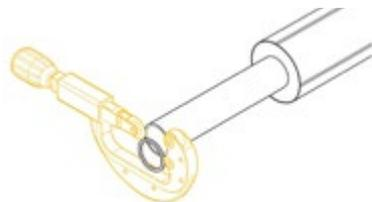

Рис. 5.6.6
**6.** При помощи трубореза выровнять торец напорной трубы (обрезать конец трубы перпендикулярно продольной оси) на расстоянии 30 мм от конца трубы (рис. 5.6.6).